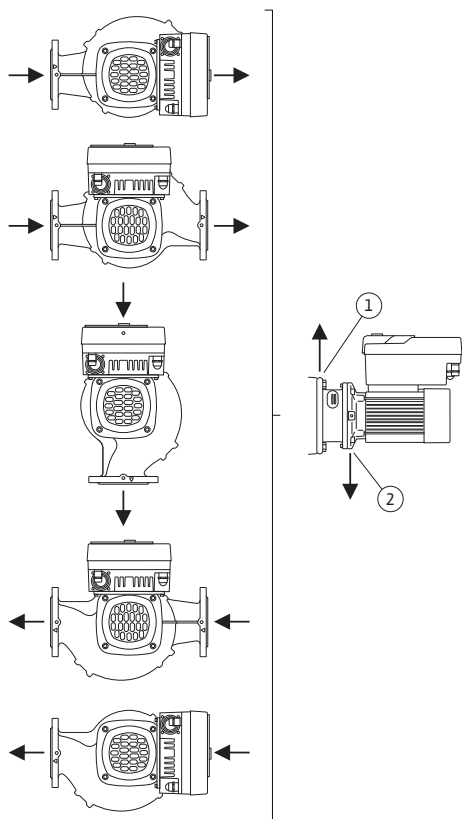

Fig. 17: Megengedett beépítési helyzetek vízszintes tengellyel
- Vízszintes motortengely esetén a kondenzátumfuratoknak alul kell elhelyezkedniük (Fig. 17, 2. poz.). Adott esetben a motort el kell forgatni.